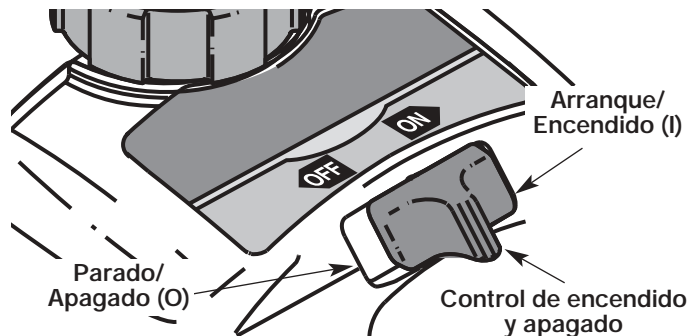
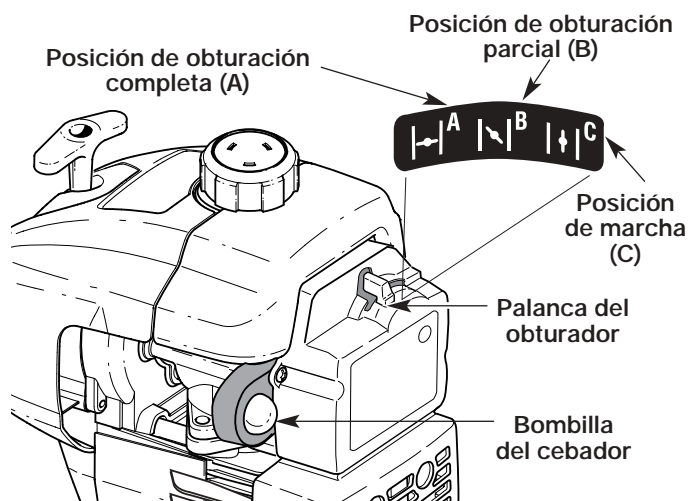

Figure 6
Figure 7
2. Coloque el control de encendido y apagado en posición de **ENCENDIDO (I)** (Fig. 6).
3. Oprima y suelte por completo la bombilla del cebador lentamente de 10 veces. El combustible debe estar visible en la bombilla (Fig. 7). Si el combustible no está visible, oprima tres (3) veces más o hasta que lo vea.
4. Coloque la palanca del obturador en posición de obturación **COMPLETA (A |—|)** (Fig. 7).
6. Coloque la palanca del obturador en posición de obturación **PARCIAL (B |↘|)** (Fig. 7).
NOTA: Si el motor se inunda al intentar arrancar la unidad, coloque la palanca del obturador en la posición de **MARCHA (C |↑↑|)** (Fig. 7). Oprima el control del regulador. Tire de la cuerda de arranque rápidamente. El motor debe arrancar luego de tres (3) a ocho (8) tirones.
9. Oprima el control del regulador para calentar el motor de 5 a 10 segundos. Coloque la palanca del obturador en posición de **MARCHA (C |↑↑|)** (Fig. 7).
NOTA: No es necesario usar el obturador cuando arranque un motor que ya está caliente. Coloque el control de encendido y apagado en posición de **ENCENDIDO (I)** (Fig. 6) y arranque en posición de obturación **PARCIAL (B |↘|)** (Fig. 7). Cuando arranque, ponga el obturador en la posición **MARCHA (RUN) (C |↑↑|)** (Fig. 7).
2. Coloque el control de encendido y apagado en posición de **APAGADO (O)** (Fig. 6).